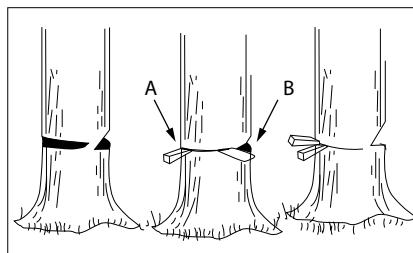

Fig. 16
Folosiți penele din lemn sau plastic (A) pentru a împiedica griparea lanțului (B) sau sinei în tăietură. Penele controlează, de asemenea, tăierea (Fig. 16).